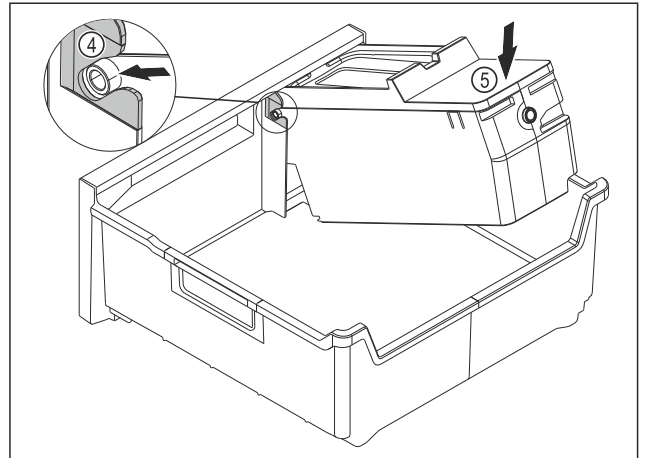

Fig. 80
- ▶ Montaż korpusu EasyTwist-Ice: Wsunąć osie korpusu EasyTwist-Ice w prowadnice Fig. 80 (4).
- ▶ Docisnąć korpus EasyTwist-Ice Fig. 80 (5) z tyłu do dołu.